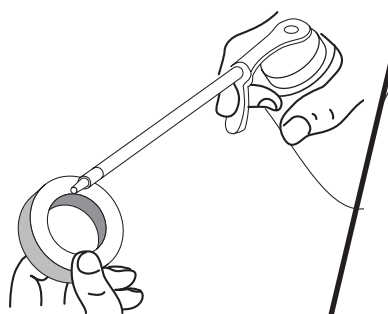

Fig. 26
4. Appliquez suffisamment d'huile propre SAE 30 pour enduire légèrement le filtre (Fig. 26).